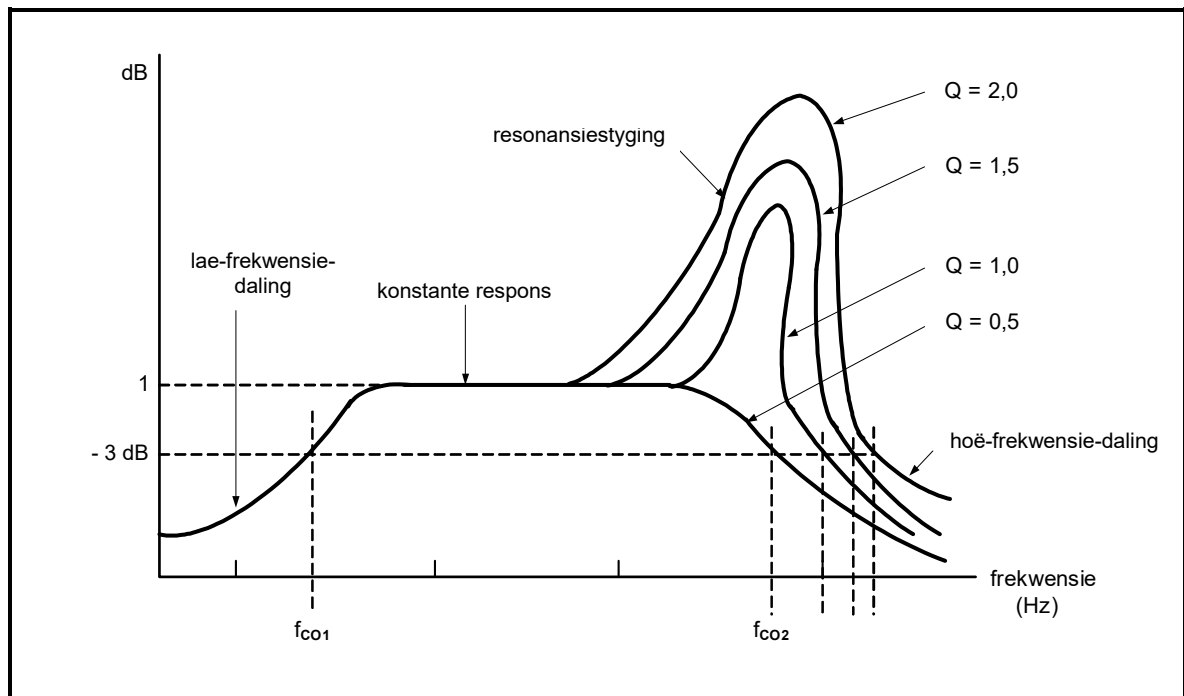

**FIGUUR 6.5: RC-GEKOPPELDE VERSTERKER**
6.5 Verwys na FIGUUR 6.5 hieronder en beantwoord die vrae wat volg.
- 6.5.1 Verduidelik waarom daar na  $C_1$  en  $C_3$  in FIGUUR 6.5 hierbo as omloopkapasitors verwys word. (2)
- 6.5.3 Indien die kring in FIGUUR 6.5 hierbo nie korrek voorgespan is nie, watter effek sal dit op die werking daarvan hê? (2)
- 6.5.4 Teken die golfvorm wat by punt **A** in FIGUUR 6.5 hierbo sal verskyn op die ANTWOORDBLAD vir VRAAG 6.5.4. (4)